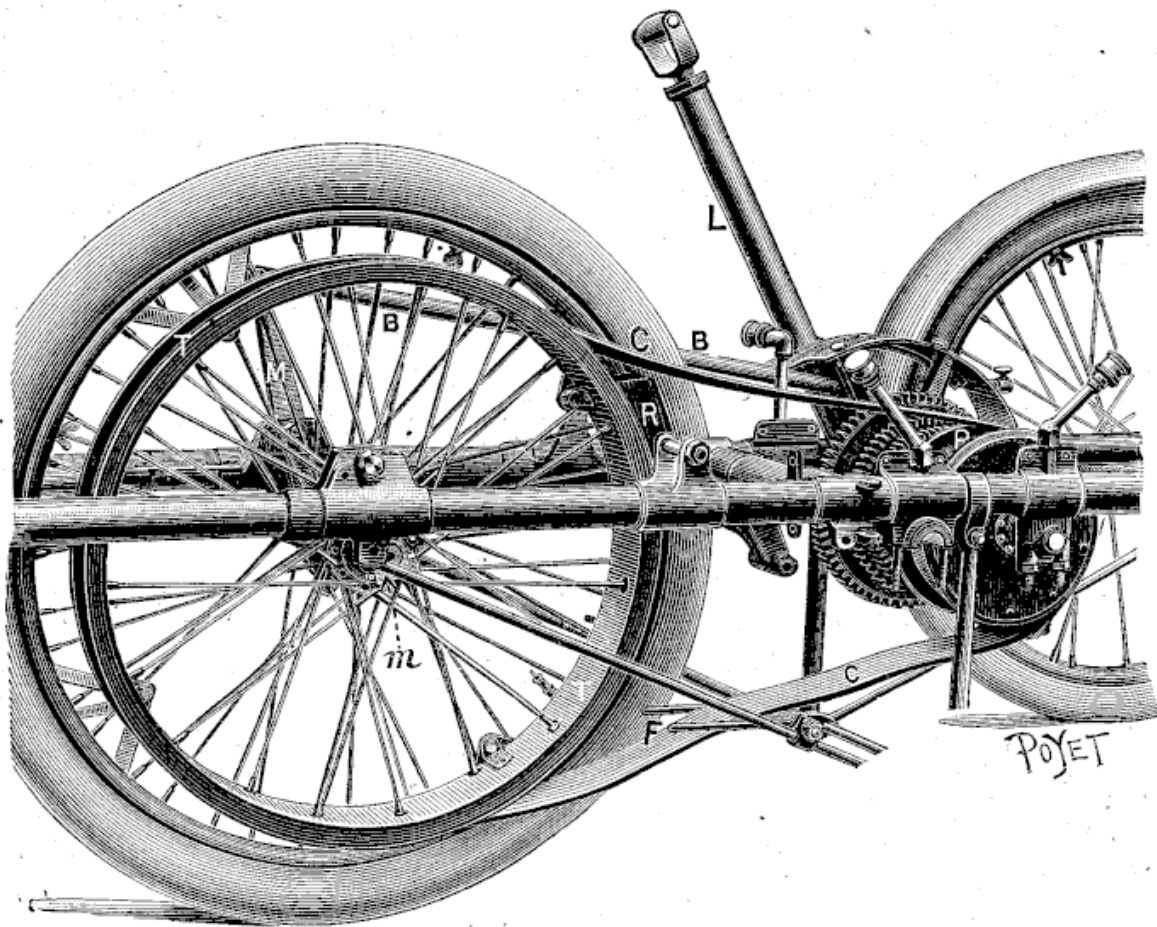
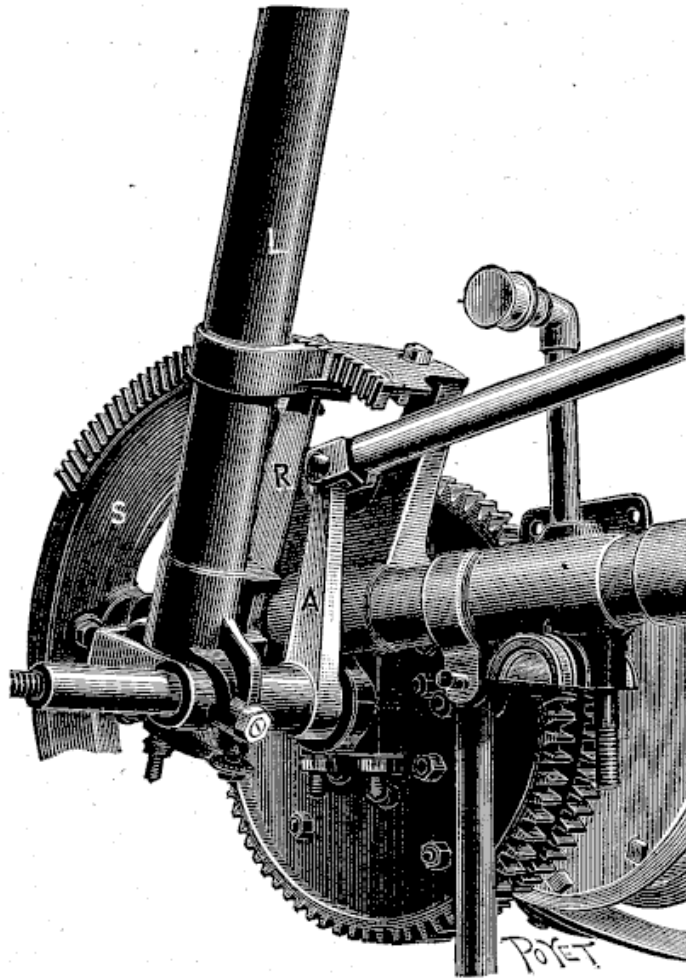

Fig. 117
Fig. 119
Ce levier est articulé, dans son ensemble, d'avant en arrière, et réciproquement. Il suffit de pousser le levier en avant pour que la courroie soit tendue et que, par suite, l'embrayage soit produit. En le tirant vers l'arrière (position de la figure 117), la courroie se détend et vient reposer sur le fond de la fourchette F qui lui sert de guide. Si nous tirons ce levier tout à fait à nous, la
Pour rendre son maniement plus pratique, pour éviter au conducteur la peine de faire un effort constant sur le levier afin de maintenir en tension la courroie de transmission, l'inventeur a installé sur le châssis de la voiturette un secteur denté S (fig. 119), dans lequel
A cet effet, la partie basse du levier est munie d'une chape (qu'indique la fig. 119) et qui vient s'articuler sur la douille enfilée sur l'axe secondaire. Un ressort R appuie continuellement le levier contre le secteur, c'est-à-dire force les dents du levier à être toujours en prise avec celles du secteur.
Les mouvements du levier se transmettent à la roue très simplement. La douille montée sur l'axe secondaire porte, brasé sur elle, un bras A (fig. 119) qui se termine à une menotte M au bas de laquelle est montée la roue motrice.
Levier et menotte se déplacent de la même valeur et dans le même sens; dans la figure 117 par exemple, le levier étant au débrayage (amené vers l'arrière), la menotte M est également chassée vers l'arrière.
(1) La partie de la figure 119 qui forme au-dessus de la bielle une sorte de cheminée recourbée, est un graisseur. On le voit au même endroit dans la figure 117, ainsi que deux autres, un troisième restant caché. Ces quatre graisseurs servent, deux par deux, à lubrifier les paliers d'extrémité frottante de l'arbre moteur et de l'arbre secondaire.